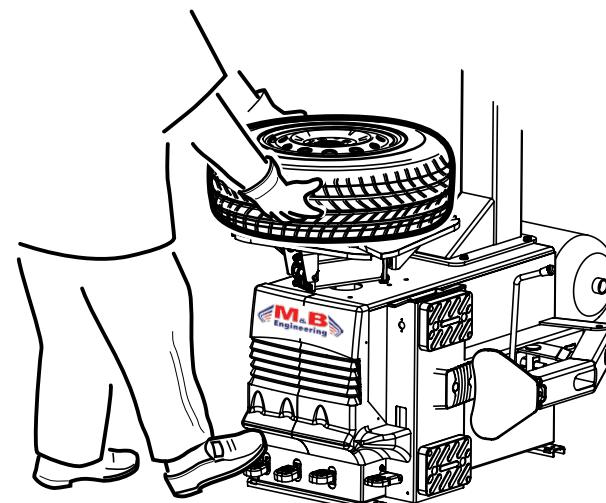

fig.38
- sollevare il pneumatico verso l'alto con entrambe le mani, permettendo all'aria (che fuori esce dai fori delle corsie) di "entrare" fra cerchio e pneumatico (fig.38).
- spingere il pedale di gonfiaggio (I) fino a fine corsa, per ottenere la fuoriuscita dell'aria dalle corsie e, allo stesso tempo, rilasciare il pneumatico per consentire l'intallonamento.
N.B.: qualora il pneumatico non si "intalloni" ripetere scrupolosamente le operazioni suddette. Una volta intallonato il pneumatico, continuare l'operazione di gonfiaggio, premendo il pedale di gonfiaggio (I) nella posizione intermedia, fino a raggiungere la pressione desiderata.
- Raise the tyre with both hands to allow the air (which comes out of the tracks) to get between rim and tyre (fig. 38).
- Press the inflation pedal (I) completely down to obtain the air output frothe tracks. At the same time release the tyre to allow the beading in.
- soulever des deux mains le pneu vers le haut, permettant à l'air (qui sort des orifices de la voie de "pénétrer" entre la jante et le pneu (fig.38).
- presser sur la pédale de gonflage (I) jusqu'à la fin de la course, pour permettre la sortie de l'air des voies et en même temps, libérer le pneu pour en permettre l'intalonnement.
- den Reifen mit beiden Händen hochheben, damit so die Luft (die aus den Öffnungen der Gänge austritt) zwischen Felgen und Reifen "eindringen" kann (Abb. 38).
- das Aufpumppedal (I) bis Umlaufende betätigen, damit die Luft aus den Gängen ausströmt und gleichzeitig den Reifen herunterlassen, um so die Einwulstung zu ermöglichen.
- Levante el neumático hacia arriba con ambas manos, consentiendo al aire (que sale por los orificios de los recorridos) de entrar entre llanta y neumático (fig. 38).
- Apriete el pedal de hinchamiento (I) hasta el tope del recorrido, para obte-ner la salida del aire de los recorridos y contemporáneamente relaje el neu-mático para consentir su talonamiento.